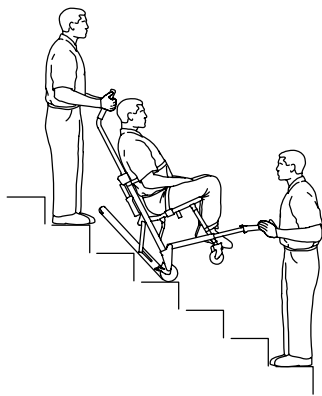

Afbeelding 10 – De track neemt de eerste stap
7. Beide bedieners: Houd de kantelhoek onveranderd en stuur de stoel over de rand van de trap. Laat het **Stair-TREAD**-systeem met de eerste trede in aanraking komen (Afbeelding 10).